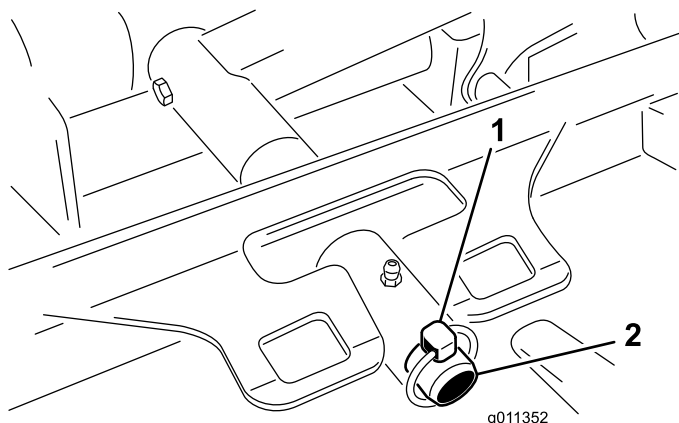

Figure 62
3. Retirez la goupille à anneau qui fixe le bâti porteur du tablier à l'axe de pivot du bras de relevage (Figure 62).
3. Glissez le bâti porteur du tablier de coupe sur la tige de pivot du bras de relevage. Fixez-le avec la goupille à anneau (Figure 62).